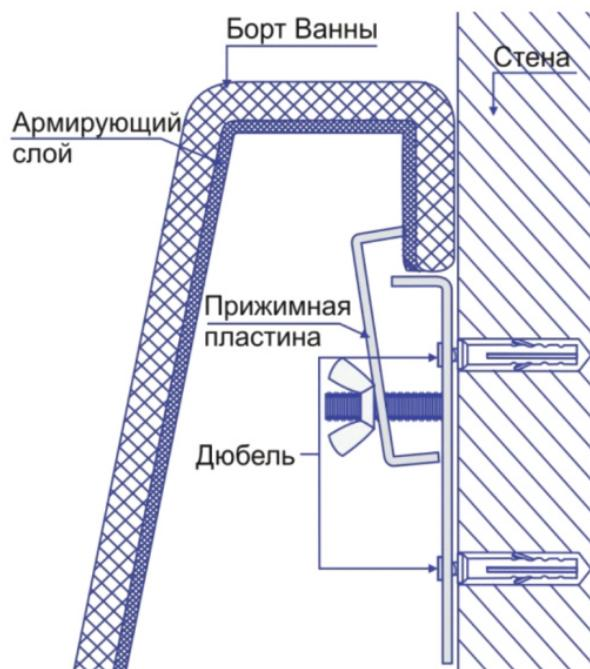

Рисунок 5.3.3. Схема монтажа ванны к стене
2. Приложите поочередно к стене на место их установки опору от монтажного набора и через отверстия для саморезов отметьте карандашом места для сверления отверстий под дюбеля (Рис. 5.3.3).